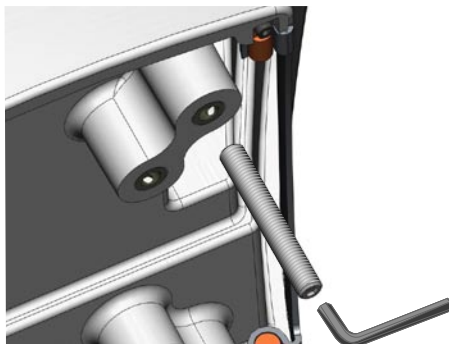

Figure 2
2. Utilisez une clé hexagonale de 5 mm pour installer les goujons de montage M10 x 71 (Figure 2) dans le socle selon la configuration de perçage sélectionnée. Serrez les goujons de montage dans le socle jusqu'à la butée. Ne serrez pas les goujons outre mesure pour éviter d'endommager le socle. Un frein-filet est appliqué sur les goujons de montage en usine.